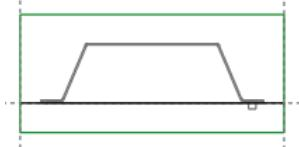

图12.38 截面草图
(3) 绘制截面草图。选取坯料边线为参考线，绘制图12.38所示的截面草图(截面草图为一条线段)；完成截面的绘制后，单击“草绘”操控板中的“确定”按钮 \checkmark 。